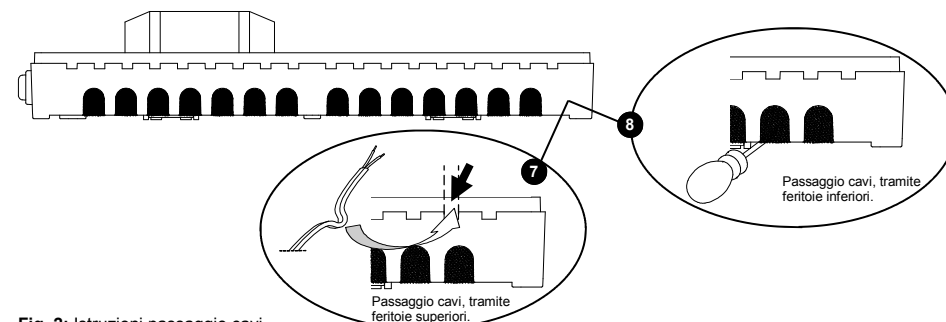

Fig. 2: Istruzioni passaggio cavi.
Eliminare con una pinza adatta il dente in plastica, indicato dalla freccia in ⑦ di Fig. 2 e, dopo aver collegato il cavo al morsetto adeguato, piegarlo come indicato in Fig. 2, quindi bloccare i cavi con gli appositi fermacavi.
Forare con un cacciavite la spugna come mostrato dal particolare ⑧ di Fig. 2, e farci passare i cavi attraverso. Collegare i cavi ai morsetti corretti e bloccare i cavi con gli appositi fermacavi.